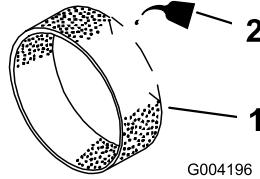

図 16
- 乾いたらプレ・フィルタにエンジン・オイルを 30-60 ccほど含ませる(図 16)。